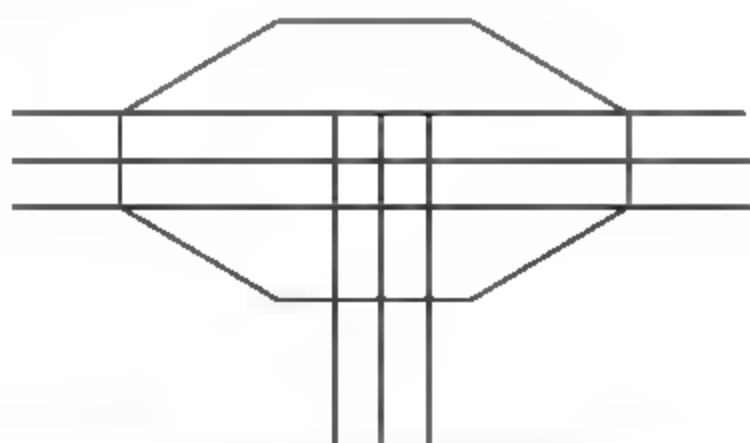

图3-42 绘制多线
**07** 按Enter键，重复执行【多线】命令，绘制高度为20的多线，如图3-42所示。